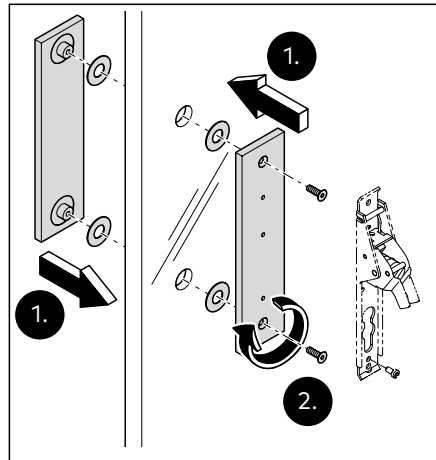

Abb. 28 Die Anschraubplatten montieren
1. Die Anschraubplatten mit den Zwischenlagen auf die Bohrung der Glastür setzen (Abb. 28).